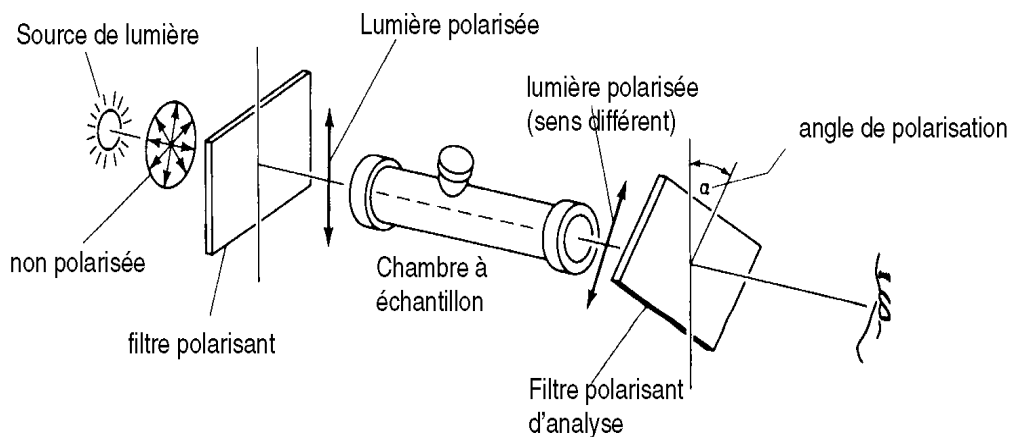

Figure 1. Déviation spécifique de l'angle de la lumière polarisée
1. Elles font tourner le plan de la lumière polarisée selon un certain angle dans un sens donné opposé pour chaque énantiomère (figure 1).
L'angle de polarisation est une donnée qui permet de caractériser les différents composés optiquement actifs tels les carvones pour cette expérience. Le principe de la mesure est démontré à la figure 1. On voit qu'il suffit de polariser la lumière incidente (à la verticale ici) et de la faire interagir avec une solution de l'échantillon analysé. Si le composé est optiquement actif, le plan est dévié et la mesure de l'angle de déviation correspond à l'angle de polarisation ou de rotation de la lumière, α . L'angle de rotation spécifique est obtenu à 20°C avec la raie D du sodium et dépend de la concentration (en grammes de soluté par mL de sol) et du trajet optique en dm. On le trouve avec l'équation suivante :